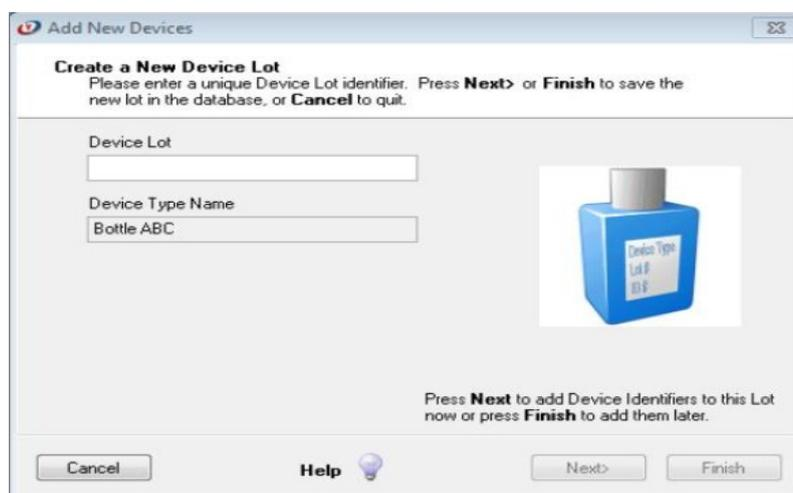

Figura 75. Editor de método, caixa de diálogo do guia dispositivos, criação de novo dispositivo.
- c) Insira um identificador no campo *Device Lot*, lote do dispositivo, conforme Figura 75.